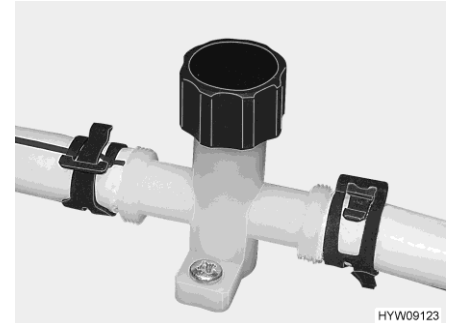

Fig. 90 Rubinetto di scarico (tubatura dell'acqua)
- Chiudere i rubinetti di scarico. A tal fine, ruotare in senso orario il coperchio del rubinetto di scarico (Fig. 90).